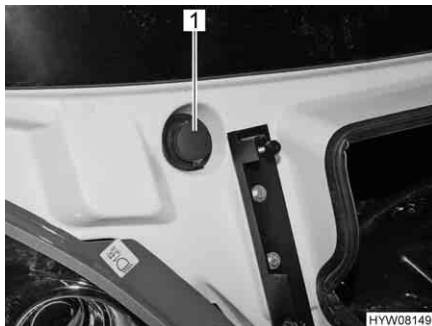

Fig. 31 Bocchettone di riempimento del contenitore dell'acqua di lavaggio
- Rimuovere il coperchio (Fig. 31, 1) del bocchettone di riempimento del contenitore dell'acqua di lavaggio.